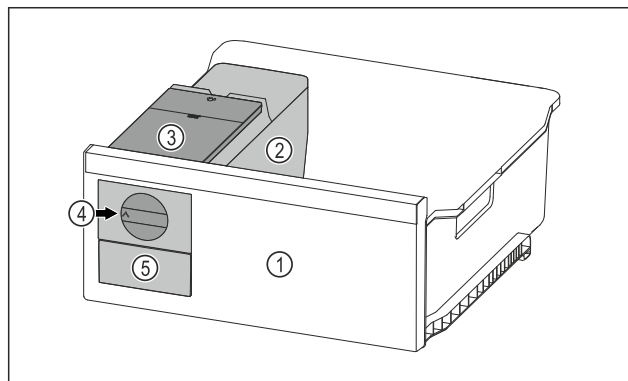

Fig. 108 Ilustrační zobrazení
- Otočte otočný knoflík Fig. 108 (4) ve směru hodinových ručiček až na doraz.
- Kostky ledu padají z misky na kostky ledu do zásuvky na kostky ledu Fig. 108 (5).